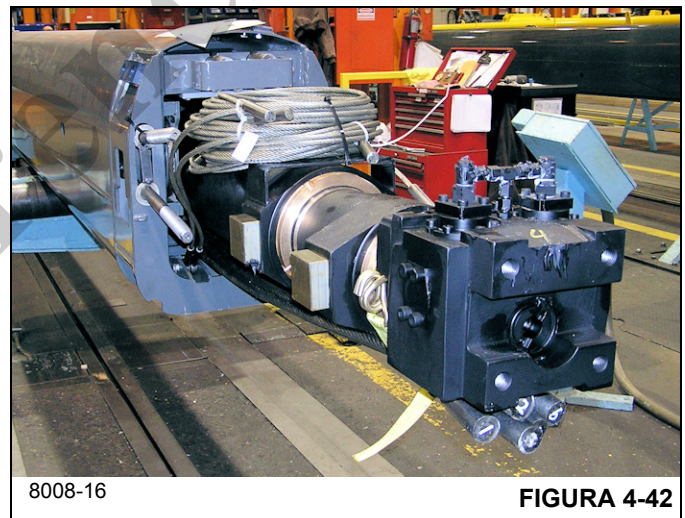

FIGURA 4-42
- 55. Enrolle los cuatro cables de retracción de la sección telescópica 3 (65) y colóquelos en la parte superior del cilindro telescópico (6) (vea la Figura 4-42).